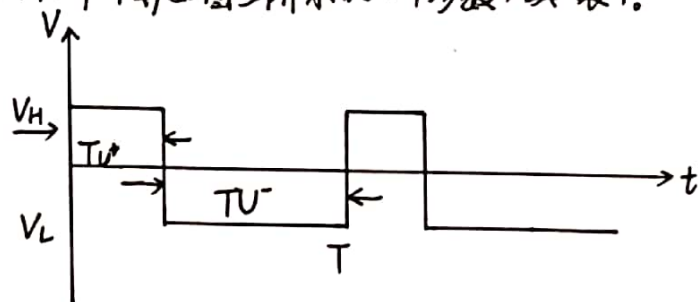

图5 方波
(2) 调节示波器的垂直工作方式选择开关放在CH2, 选定CH2的输入耦合方式为AC档(调整时耦合方式应选择GND)
(3) 适当调节CH2的垂直电压灵敏度旋钮及扫描时间调节旋钮, 使示波器至少显示一个周期幅度适中的完整波形, 如图5)
(4) 调节数字函数信号发生器的幅度调节旋钮, 使示波器上显示的方波的幅度为3V。
(5) 读取并计算如图5所示的几个参数, 填入表1。